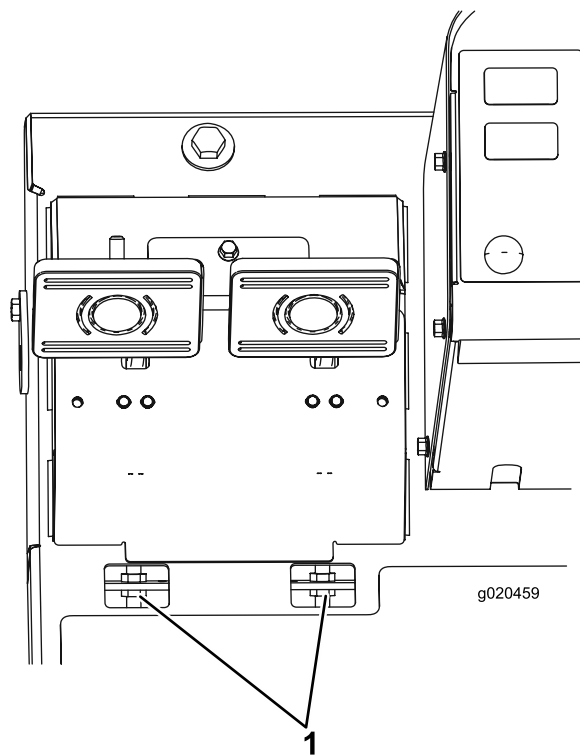

Figura 94
- B. Allentate il dado anteriore sull'estremità filettata del cavo del freno (Figura 94).